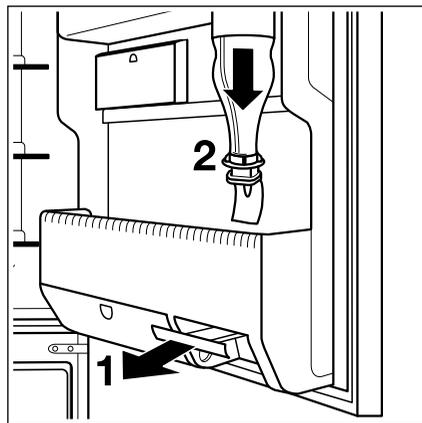

Fig. 17
- ❑ Estrarre la serrandina (**Fig. 17/1**) fino alla posizione di arresto e introdurre la bottiglia rovesciata, con la linguetta dosatrice dietro, nel relativo supporto (**Fig. 17/2**).